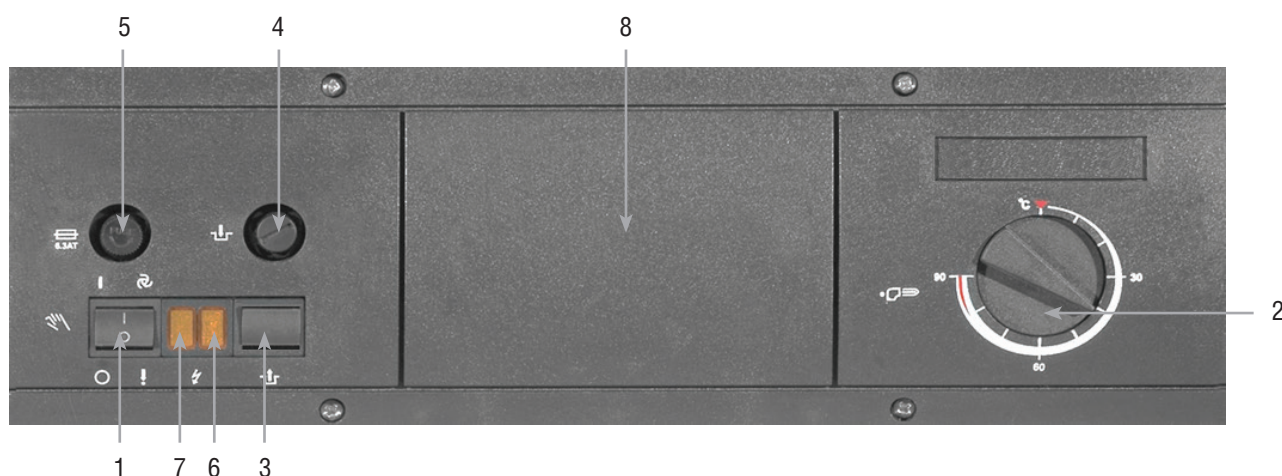

Рис. 6
На панели управления открутите защитный колпачок термостата (поз.1, рис.6)
- главный выключатель переведен в положение «вкл» (поз.1, рис.6);
- термостат котла выставлен на необходимую температуру (поз.2, рис.6);
- термостат безопасности (поз.4, рис.6) сработал от перегрева, для чего последовательно сделайте следующее: